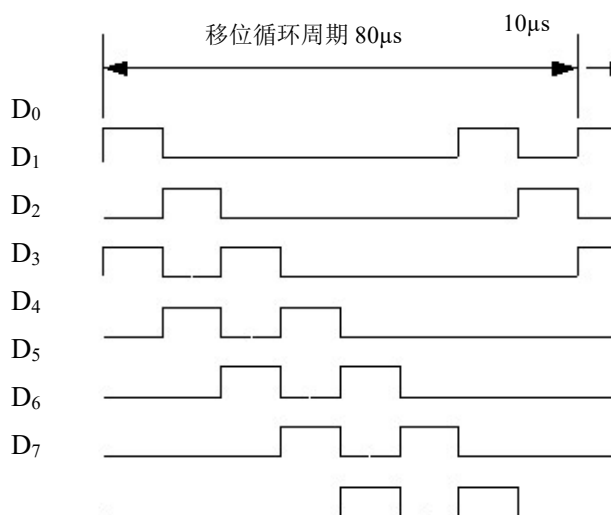

图 2 数字信号发生电路循环输出时序波形
(1) 设计制作 8 位数字信号发生电路，可产生 8 位并行移位循环输出的 TTL 电平信号，TTL 电平的外输入移位时钟 clock 信号频率为 100kHz，D₀ ~ D₇ 循环输出的时序波形如图 2。